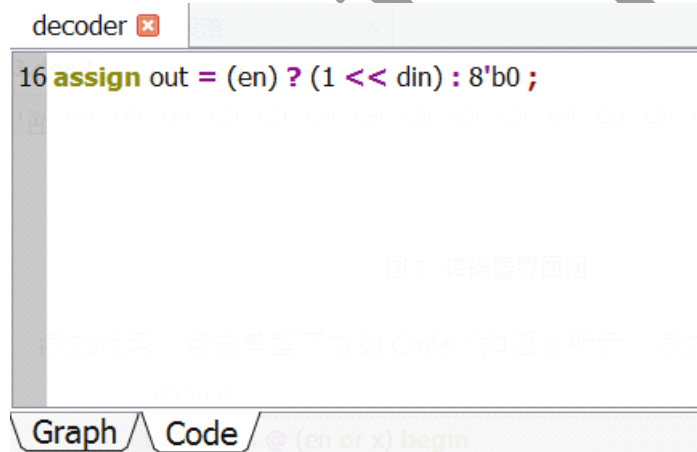

图 6. 点击 Code 输入算法
2) 添加代码。点击模型下方的 Code (如图 6 所示) 添加代码。